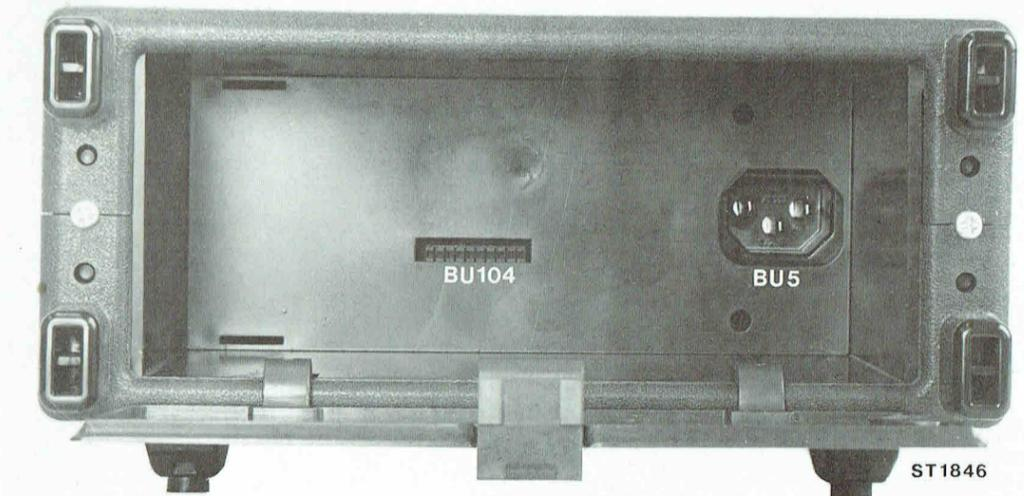

Fig. 11
Le boîtier de l'appareil est alors mis automatiquement à la terre par le cordon mentionné ci-avant. Aus cas où l'appareil ne peut pas être mis à la terre par le cordon secteur, un câble de terre séparé doit être connecté à la borne de terre (13) à l'avant de l'appareil (voir Fig. 11, page 52). Ce faisant, il faut toujours tenir compte des règles de sécurité locales.
V-3.1. Paneau arriere (Fig. 11, page 52).
- Mettre le commutateur POWER sur ON (Fig. 11, page 52)
- Enfoncer le bouton-poussoir  $V_{\perp}$  (Fig. 11, page 52)
- Enfoncer le bouton-poussoir 0,2 (Fig. 11, page 52)
- Régler l'affichage sur .0000 V à l'aide du potentiomètre "0" sur le panneau avant de l'appareil (Fig. 11, page 52).